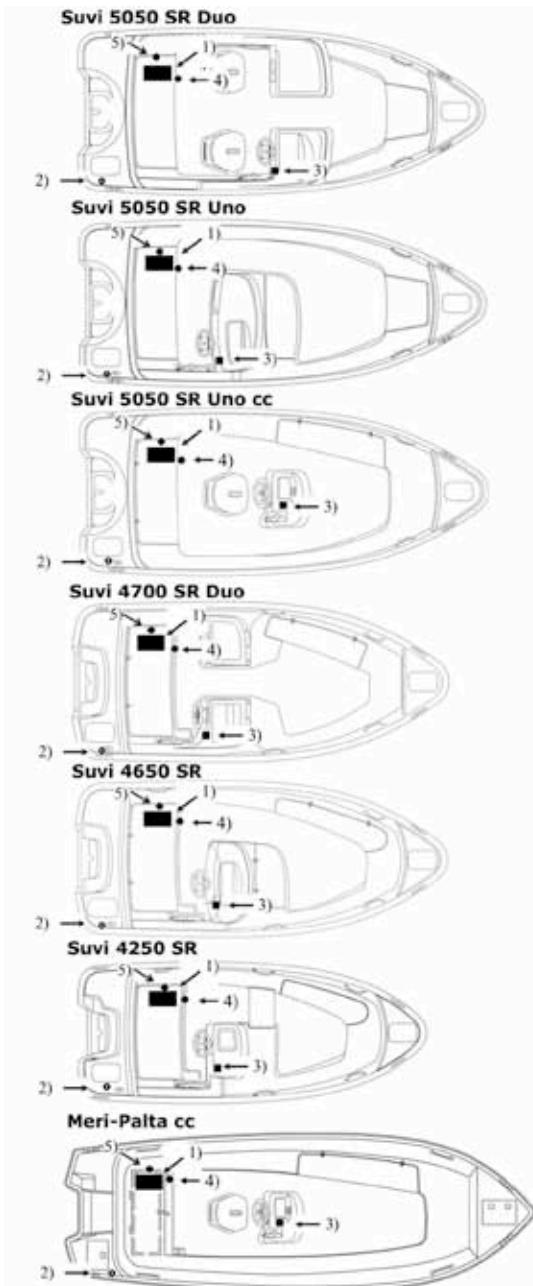

Bild 6. Placeringen av elapparater:
- 3) Brytarpanel (Se bild 6)
Förtøj alltid Er båt omsorgsfullt även på skyddade ställen, eftersom förhållandena kan ändra snabbt. Förtöjningsrepen skall helst vara utrustade med fjädrar för att dämpa ryckar. Använd tillräckligt stora fender för att förhindra båten att skava. Se fästpunkterna i bild 6.
Använd ett tillräckligt hållbart, flytande rep då Ni bogserar en annan båt. Påbörja bogserandet försiktigt, undvik knyckar, och överbelasta inte motorn. Ifall Ni bogserar en liten jolle, justera bogseringsrepets längd så, att jollen rider på svallvågens utförsbacke. Dra jollen nära akterspegeln på smala ställen och i stora vågor för att minska slingrande. Fäst utrustningen i jollen väl i fall av att jollen skulle kapsejsa. Täck jollen så att inte vatten skvättar in från vågor då Ni rör Er på öppna vatten. Ifall Ni bogserar, eller ifall Er båt måste bogseras, fäst bogseringsrep i fästpunkterna enligt bild 6.